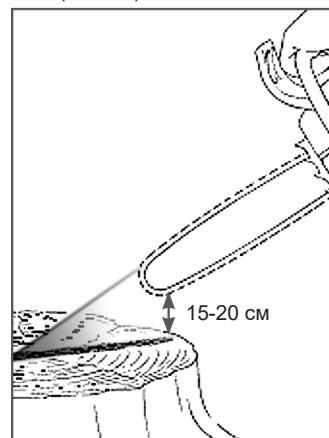

Рис. 9 Проверка подачи масла
- Нажмите на рычаг газа и дайте двигателю поработать примерно 10-15 секунд на средних оборотах. Под шиной должен остаться четкий след от масла (Рис. 9).